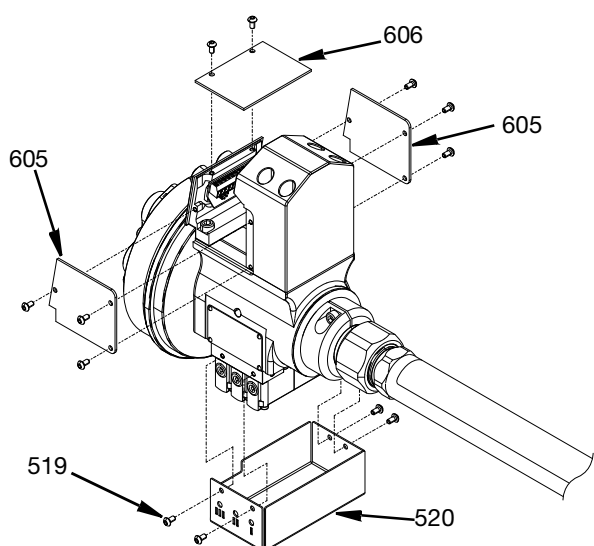

FIG. 12
1. Per accedere alle parti interne della pistola Switch 3D in acciaio inossidabile, rimuovere i coperchi laterali (605), il coperchio superiore (606) e il coperchio esterno (520), rimuovendo le viti (519) con una chiave esagonale. Vedere FIG. 12.